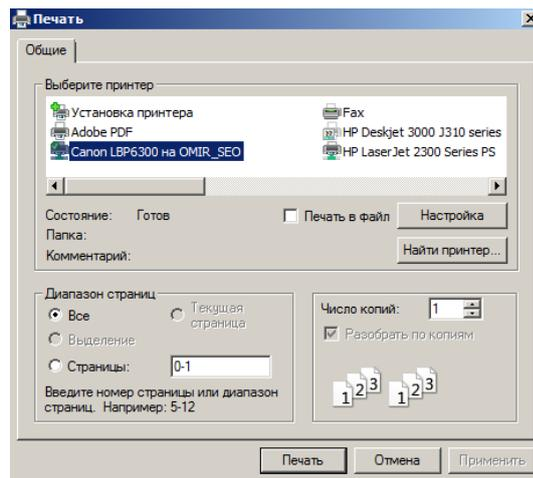

Рисунок 73 — Окно Печать
3) Печать профиля. В окне запуска печати также можно выбрать принтер и настроить параметры печати (см. рисунок 73).